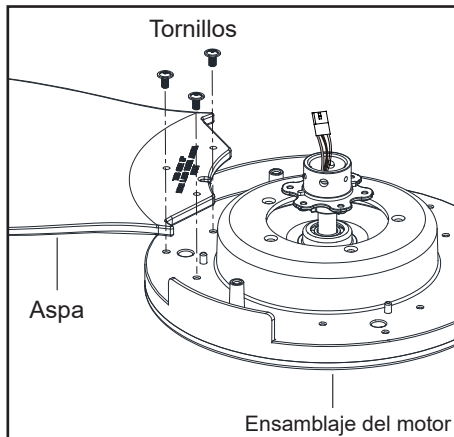

Figura 6
2. Fija las aspas al conjunto del motor del ventilador alineando las muescas de las aspas con el poste de alineación en el volante y coloca las aspas en el volante; asegúralas con tornillos y apriétalas. Repite estos pasos para ensamblar las aspas restantes. (Figura 6)